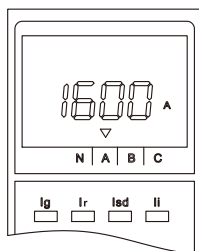

图36 A相电流显示界面
- ① 缺省状态：缺省状态即为测量状态，故障指示灯都灭，控制器处在无按键操作，显示最大电流。在缺省状态若按“→”，循环显示L1、L2、L3(LN)、Lg电流值。示例图见图36